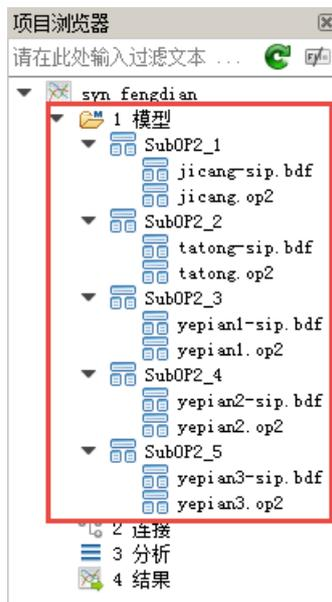

图 5.10 各个子结构相应文件导入后图示
(6) 此时，机舱子结构所需文件已全部添加。按照步骤（4）和（5）将剩余子结构所需的 op2 文件和 bdf 文件分别添加，注意每个子结构要先添加 op2 文件再添加 bdf 文件，全部添加后如图 5.10 所示。